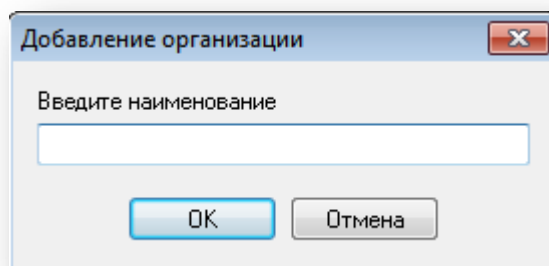

Рисунок 5.15
- Нажмите кнопку «Добавить». В открывшемся окне (Рисунок 5.15) введите название новой организации. Затем нажмите «ОК».